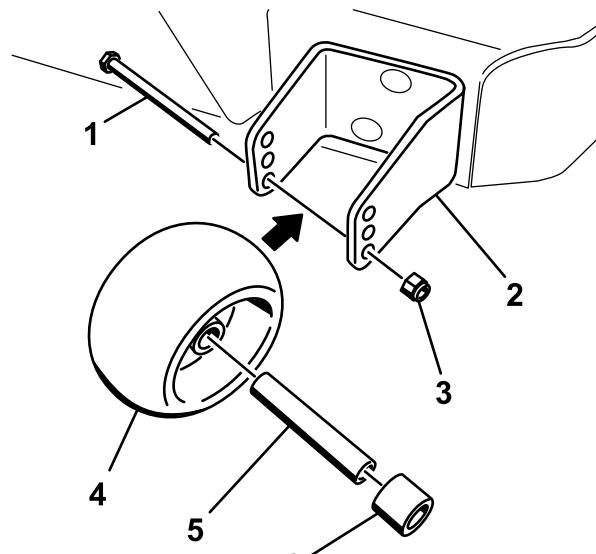

Figure 17
3. Après avoir réglé la hauteur de coupe, réglez les galets en retirant l'écrou à collarette, la bague, l'entretoise et le boulon (Figure 17).
5. Posez l'écrou à collarette, la bague, l'entretoise et le boulon. Serrez à 54-61 Nm (40-45 pieds-livre) (Figure 17).